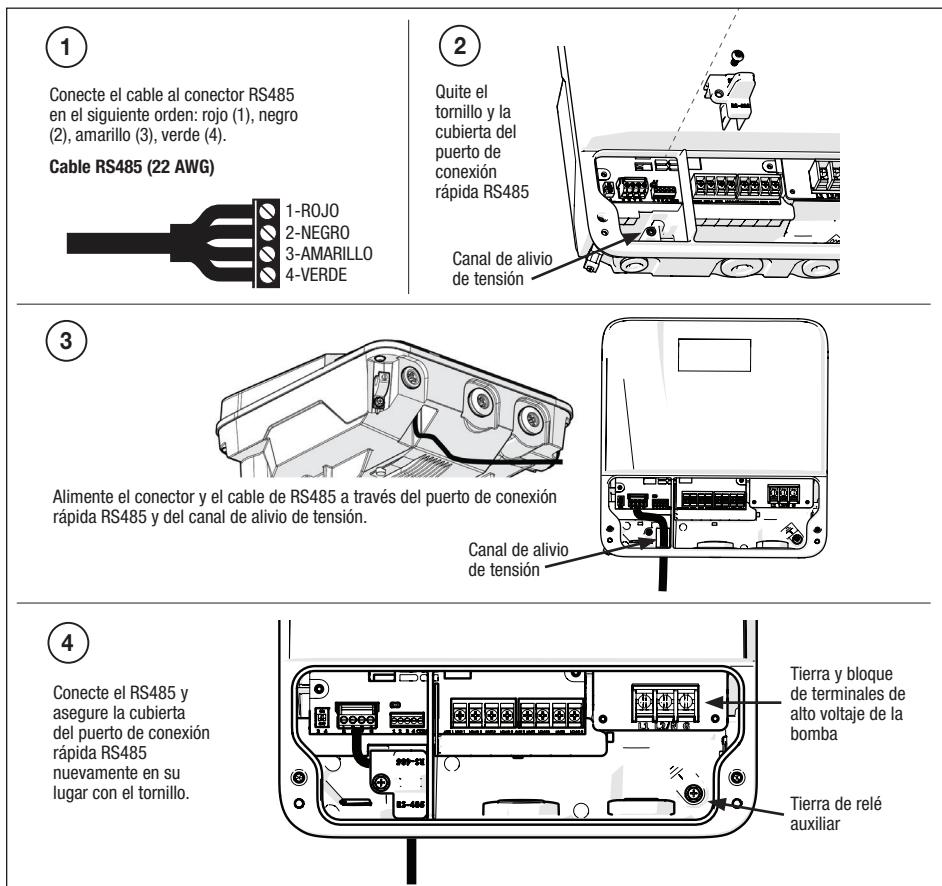
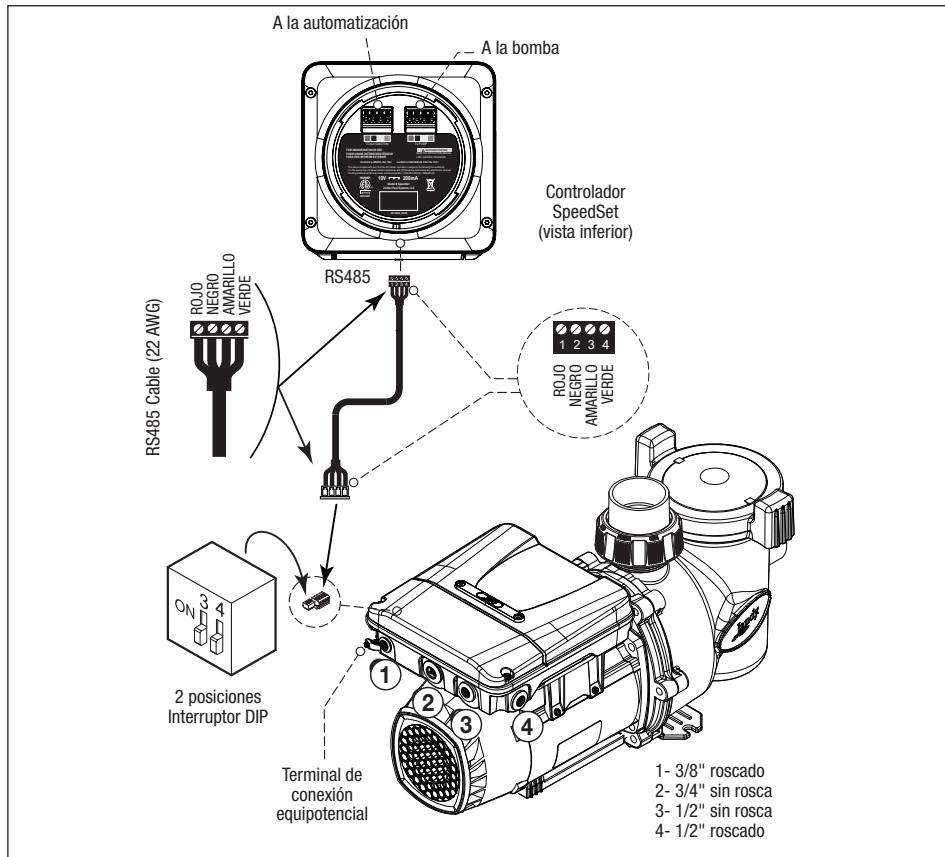
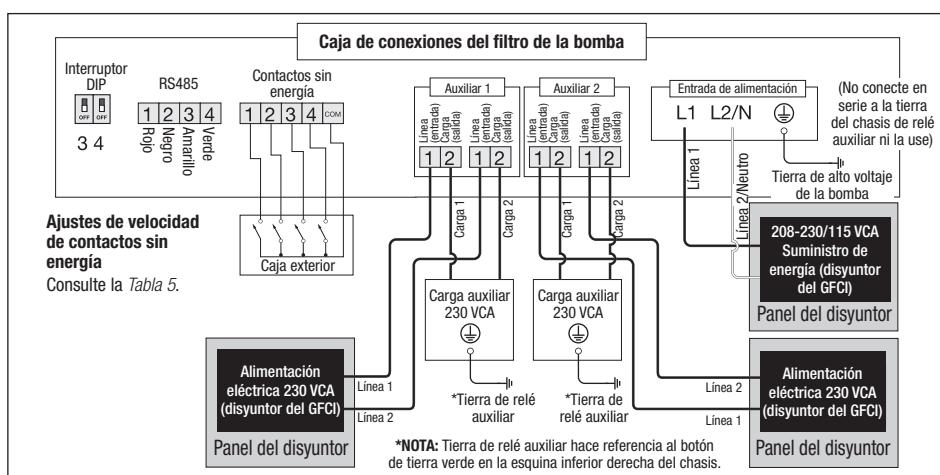
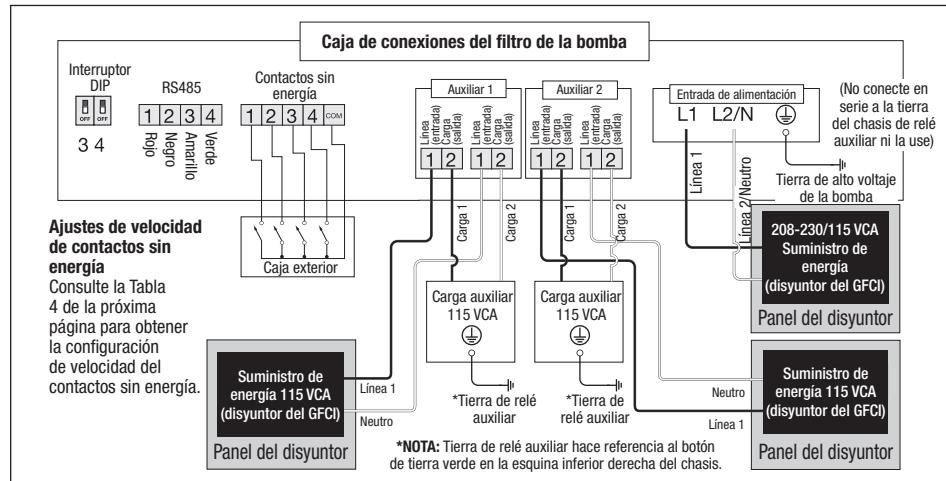

Figura 8. Puerto de conexión rápida RS-485 con cableado
Figura 9. Cableado hasta un controlador
Figura 12. Diagrama de cableado de relé auxiliar de 208-230 V*
Figura 13. Diagrama de cableado de relé auxiliar de 115 V*
Además de la conexión a tierra adecuada, según se describe en la Sección 3.3.3, **Ableado eléctrico**, y en conformidad con los requisitos de National Electrical Code (NEC) o, en Canadá, de Canadian Electrical Code (CEC), debe haber una conexión equipotencial entre el motor de la bomba y todas las piezas metálicas de la estructura de la piscina, del hidromasaje o del jacuzzi y todos los componentes y equipos eléctricos relacionados con el sistema de circulación de agua de la piscina/del hidromasaje. La conexión equipotencial debe hacerse con un conductor de cobre macizo n.º 8 AWG o uno más grande. En Canadá, debe usarse n.º 6 AWG o uno más grande. Haga la conexión equipotencial del motor con la terminal de conexión equipotencial externa proporcionada en el bastidor del motor. Consulte la Figura 9.
- Puerto de conexión rápida RS-485 (consulte la Figura 8)
El compartimiento de alto voltaje incluye 3 aperturas de puerto de conducto (consulte la Figura 9):
NOTA: Si se suministra únicamente energía a esta bomba, no funcionará. Requiere un comando digital enviado por un controlador de velocidad variable (SpeedSet, JEP-R o iQPUMP01) o un sistema de automatización, o el uso de los contactos sin energía (consulte las Figura 8 y Figura 9 para las ilustraciones de cableado de RS485 para un controlador local o sistema de automatización. Consulte las Figura 12 y Figura 13 para las ilustraciones del cableado de contactos sin energía).
Si no hay entradas puenteadas a la común, las RPM son cero. Si se conecta cualquier controlador Jandy a través de RS-485, todos los comandos de contacto sin energía se pasarán por alto. Consulte las Figura 12 y Figura 13 para el cableado de los contactos sin energía. Consulte la Tabla 5 para la configuración de velocidad de contactos sin energía.